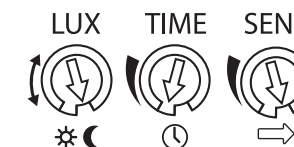

Рис. 2
- 7.7 **Настройка Изделия.** Датчик снабжен тремя регуляторами: LUX, TIME, SENS (рис. 2).